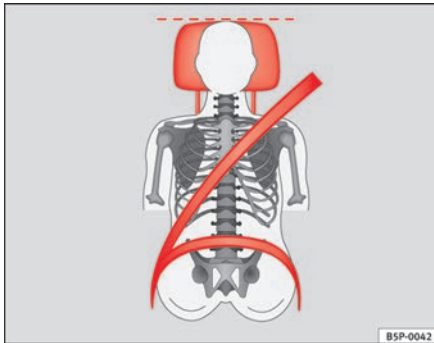

Abb. 13 Richtiger Gurtbandverlauf und richtige Kopfstützeinstellung von vorne betrachtet
- Der Schultergurtteil des Sicherheitsgurtes muss über die Schultermitte und niemals über den Hals verlaufen. Der Sicherheitsgurt muss flach und fest am Oberkörper anliegen ⇒ **Abb. 13.**